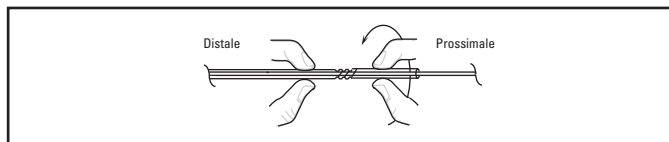

Figura 2. Sbloccare tramite rotazione in senso antiorario
2. **Per sbloccare** il meccanismo Twist-Lock della guaina introduttrice, premere delicatamente l'introduttore su entrambi i lati del meccanismo Twist-Lock e ruotare il lato prossimale in senso antiorario (Figura 2). In questo modo, il gruppo spirale/guida di rilascio è libero di muoversi all'interno della guaina introduttrice.